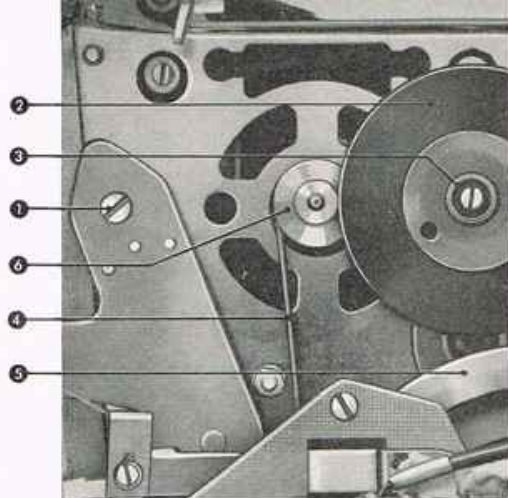
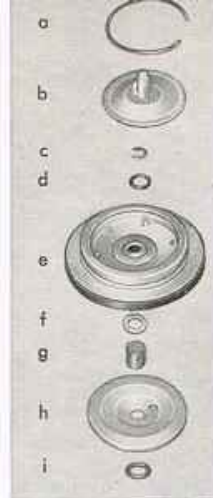

Abb. 1 Fig. 1
Abb. 2 Fig. 2
3. Linke Kupplung ① ausbauen (auf Abbildung 1 ist die Kupplung bereits ausgebaut, Reihenfolge siehe Abbildung 2.